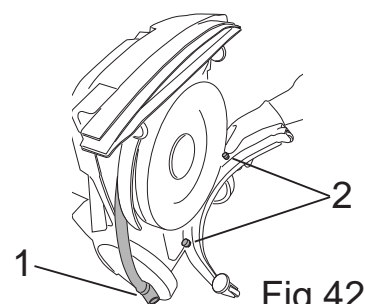

Fig.42
- Desengate o tubo de aspiração do squeegee (Fig.42-Ref.1).
- Desaperte os botões (Fig.42-Ref.2).